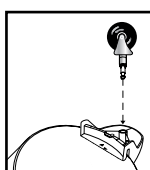

FIGURE 6
9. Insérer les roulettes en plaçant la tige dans les trous fournis. Appliquer une pression ainsi qu'un mouvement de torsion jusqu'à ce que les roulettes s'enclenchent en place **FIGURE 6**.